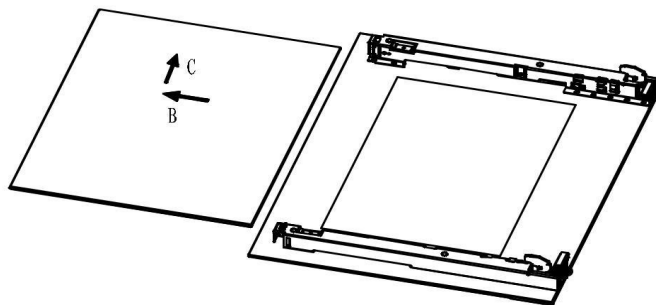

Рис. 10
4. Вытащите среднее стекло. (Рис. 10)